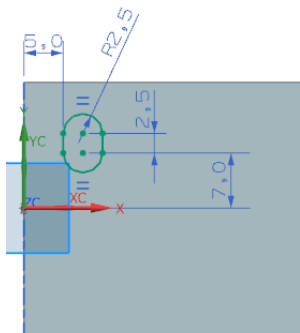

图 10-65 绘制草图
(3) 绘制如图 10-65 所示的裁剪轮廓。单击“完成”图标,草图绘制完毕。